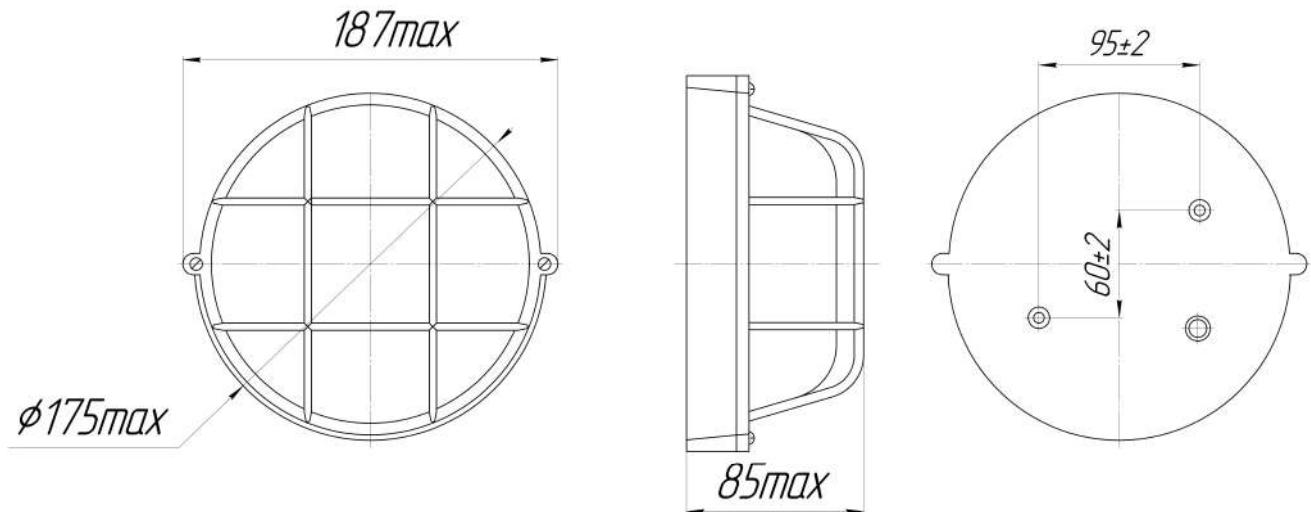

Рисунок 1
1.4.1. Светильник состоит (см. Рис.1) из металлического корпуса, который является несущим элементом светильника, защитного стекла с решеткой, светодиодных полупроводниковых модулей, источника питания и контактного устройства.